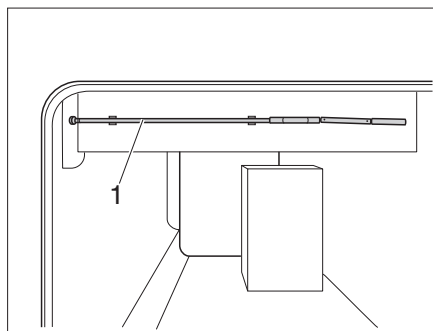

Fig. 144 Manovella di regolazione in altezza
- Togliere la manovella (Fig. 144,1) dal supporto.